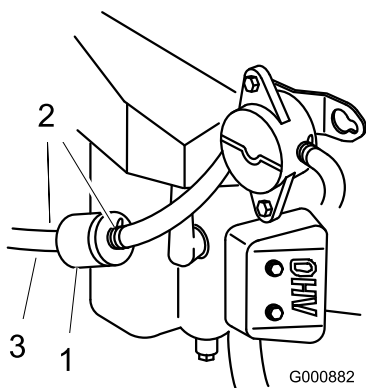

Bild 33
- Lockern Sie die Schlauchklemme am Kraftstofffilter und schieben Sie sie an der Kraftstoffleitung weg vom Kraftstofffilter (Bild 33).
- Ziehen Sie die Kraftstoffleitung vom Filter (Bild 33).
4. Drücken Sie die Enden der Schlauchklemmen zusammen und schieben Sie sie vom Filter weg (Bild 33).
6. Setzen Sie einen neuen Filter ein und schieben Sie die Schlauchklemmen an den Filter heran (Bild 33).